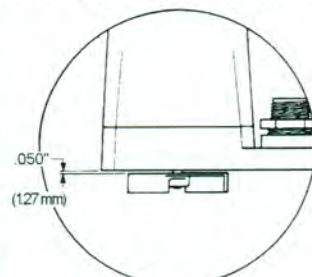

Figure 1
6. If the impeller is removed, make sure that a spacing of .050" (1.27 mm) with shaft pushed toward housing is maintained when reassembling (Figure 1).
6. Si la turbine est déposée, s'assurer qu'il existe un jeu de 1,3 mm (0,05 pouce) entre la turbine et le carter lorsque l'arbre est poussé à fond (Figure 1).